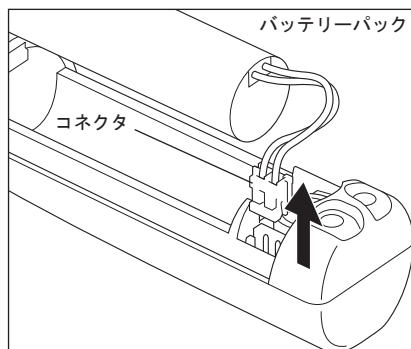

図 13
- 5) バッテリーパックを取り出してから、コネクタのコード根元をしっかりと持って、コネクタを強く引き抜きます。(図 13)